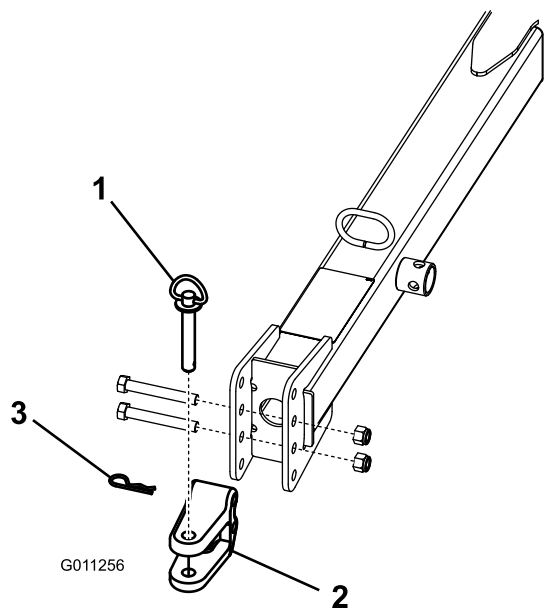

Figura 10
- Retire os parafusos e as porcas que fixam a forquilha de engate (Figura 10) ao garfo de engate.